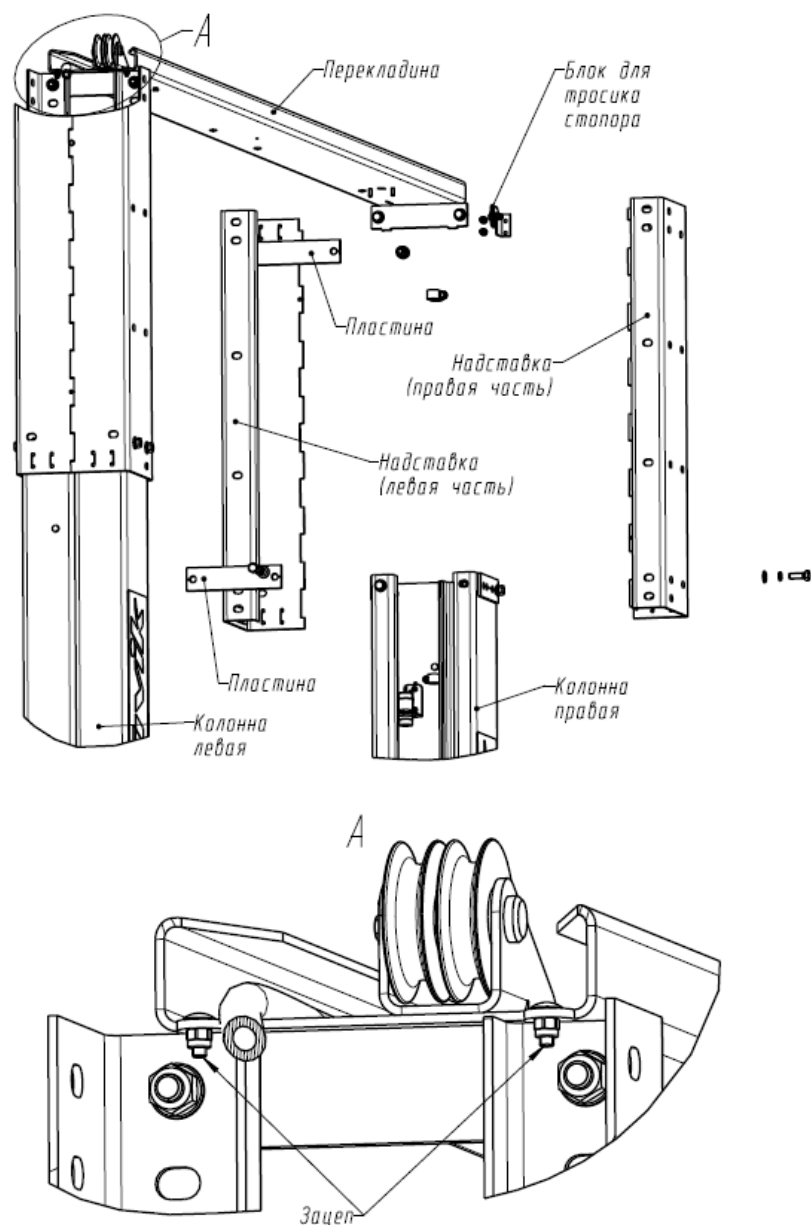

Рисунок 6.2 – Установка зацепов на переключателе
6.3 На готовый бетонный пол (4500х1500х250мм) установить правую и левую стойки (убедиться, что правильно выбрано направление заезда). К правой и левой стойкам, используя болты М12х35, гайки М12, шайбы 12Г и шайбы 12, привернуть надставку и перекладину (рисунок 6.2). Для удобства монтажа на концах перекладины закрепить мебельные болты с квадратным подголовком М6х16 (4шт.) и самоконтрящиеся гайки М6 и использовать их в качестве зацепов за колонны. На надставки установить блоки для троса стопора, используя болты М6х14 и гайки М6. Отклонение стоек от вертикали не должно превышать 5 мм. Регулировку производить подкладками под основания стоек, с последующей заливкой зазоров цементным раствором бетона марки не ниже М350. Затянуть гайки крепления стоек с моментом затяжки не менее 150 Н·м.